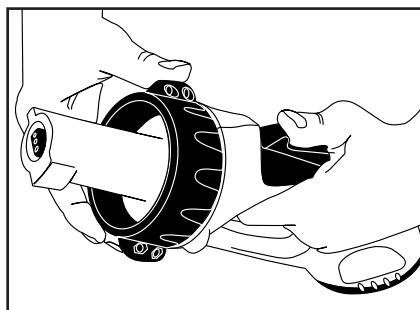

Figura 1
1. Gire el aro de seguridad en el mango de potencia hasta la posición de desbloqueo. (ver figura 1)